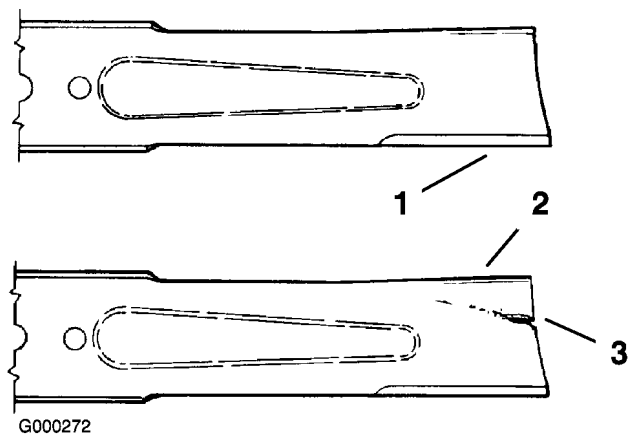

Figura 76
1. Controllate i taglienti (Figura 76). Se i taglienti non sono affilati o mostrano delle tacche, togliete le lame e affilatele. Vedere Affilatura delle lame.
2. Controllate le lame, in particolare l'area curva (Figura 76). In caso di danni, usura o scanalature nell'area (Figura 76), montate immediatamente una nuova lama.